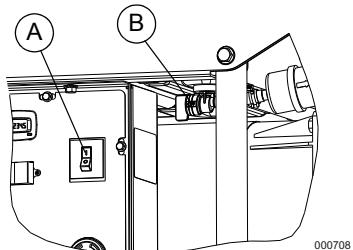

Figura 3-2. Disyuntor y válvula de combustible On/Off
3. Ajuste en Off el disyuntor principal (A). Vea la Figura 3-2.
4. Gire la válvula de combustible a ON (B). Vea la Figura 3-2.
1. Permita que el motor funcione 10 segundos como mínimo luego ajuste el disyuntor principal en On (A). Vea la Figura 3-2 o la Figura 3-4.
1. Ajuste en Off el disyuntor principal (A). Vea la Figura 3-2 o la Figura 3-4.
4. Gire la válvula de combustible a On (A). Vea la Figura 3-2.